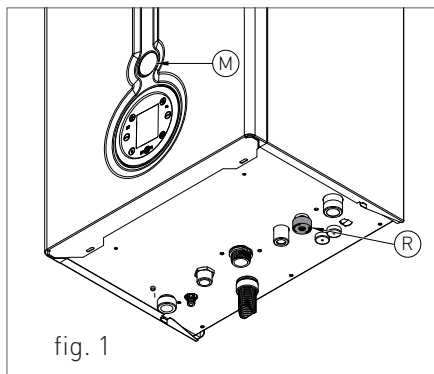
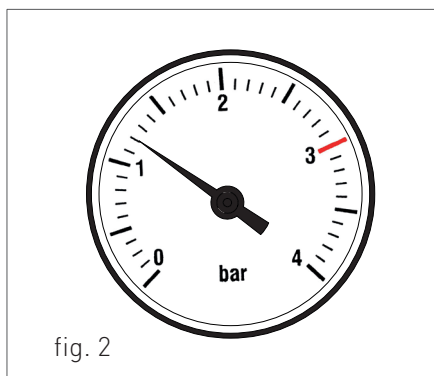

fig. 1
fig. 2
18. SEÑALIZACIÓN LLAMA PRESENTE / INDICA TAMBIÉN, EN 3 NIVELES DE PORCENTAJE, EL GRADO DE POTENCIA DE MODULACIÓN DE LA CALDERA (fig.2)
Para restablecer la presión del agua del equipo abrir el grifo de carga "R" (fig. 1) y controlar por medio del manómetro "M" (fig. 1), que la presión del equipo alcance 1.2 bar (ver fig. 2).
Finalizada la operación, comprobar que el grifo de carga "R" (fig. 1) esté bien cerrado.